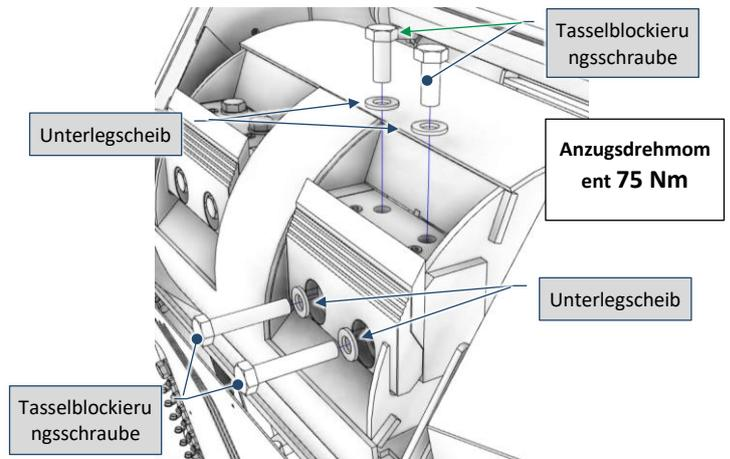

Fig. 9-27 – Entfernen der Befestigungsschrauben des Klingenthalerblocks
- 3) Entfernen Sie mit einem geeigneten Schlüssel die vier Befestigungsschrauben des Klingenhalterblocks und die entsprechenden Unterlegscheiben (Abb. 9-27);